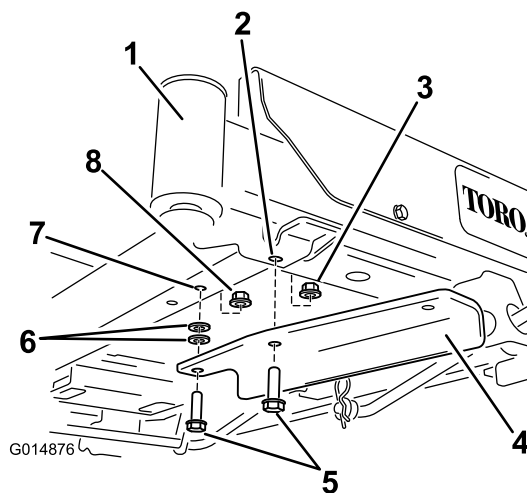

Figura 6
- Per le macchine non dotate di pedale di sollevamento assistito: assicurate la staffa mediante due bulloni (3/8 x 1-1/4 pollici), due rondelle e due dadi di bloccaggio (3/8 pollice) (Figura 6). Uno dei dadi di bloccaggio è a corredo nelle parti sciolte, l'altro è quello precedentemente rimosso.